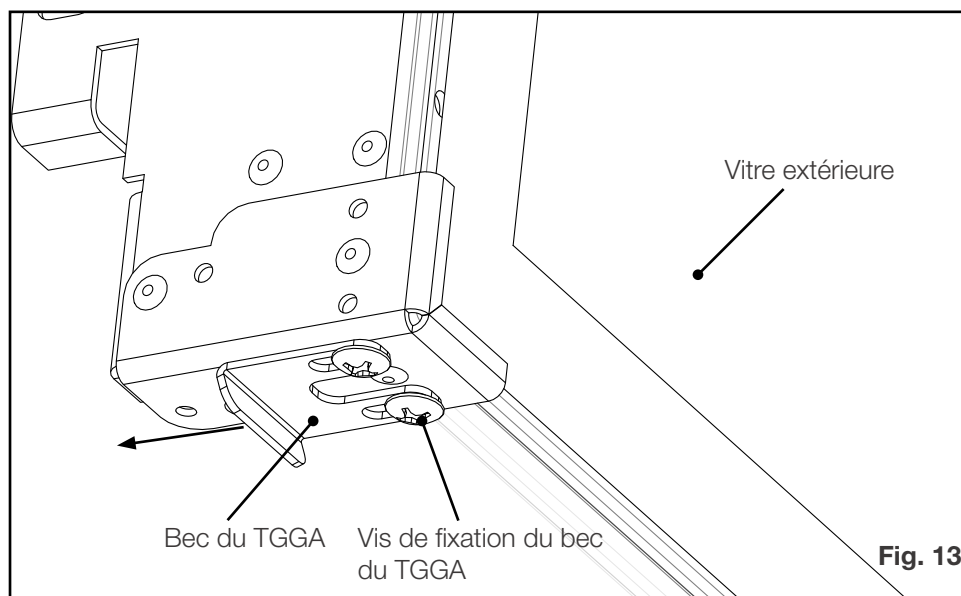

Fig. 13
10. Les becs du TGGa doivent être installés vers l'appareil. Il peut être nécessaire de desserrer les vis de fixation des becs au bas de chaque côté du TGGa et de les faire glisser jusqu'en arrière du TGGa. Resserrez les vis de fixation (**Fig. 13**).